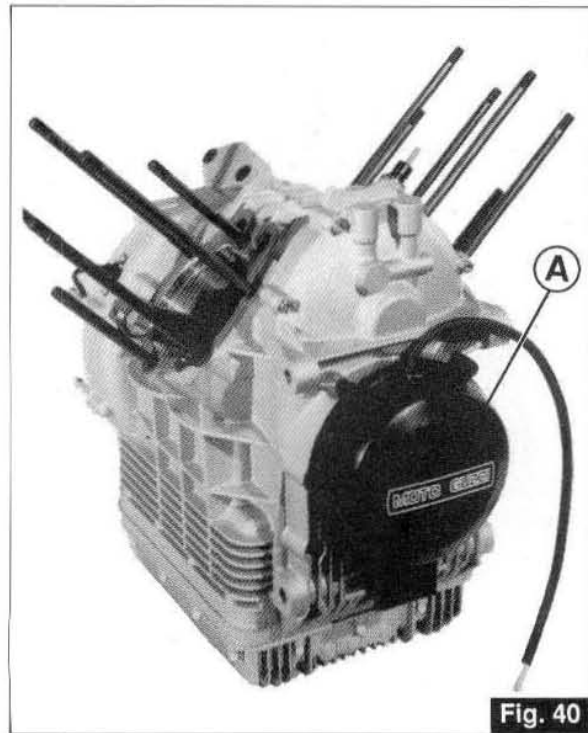

Fig. 40
- Dévissez les 4 vis de fixation et ôtez le couvercle avant «A» de l'alternateur (Fig. 40).
- Die 4 Feststellschrauben ausschrauben und den vorderen Deckel «A» des Drehstromgenerators (Abb. 40) abnehmen.